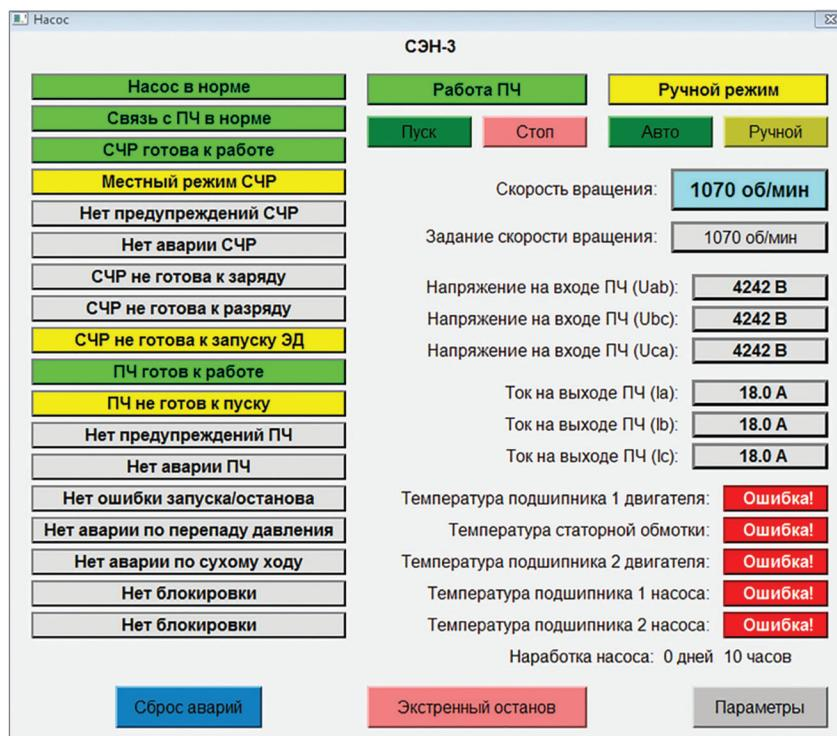

Рис. 2. Окно управления сетевым насосом
- » управление системой как в штатном режиме, так и в нештатных и аварийных ситуациях. Окно управления сетевым насосом с ПЧ показано на рис. 2;